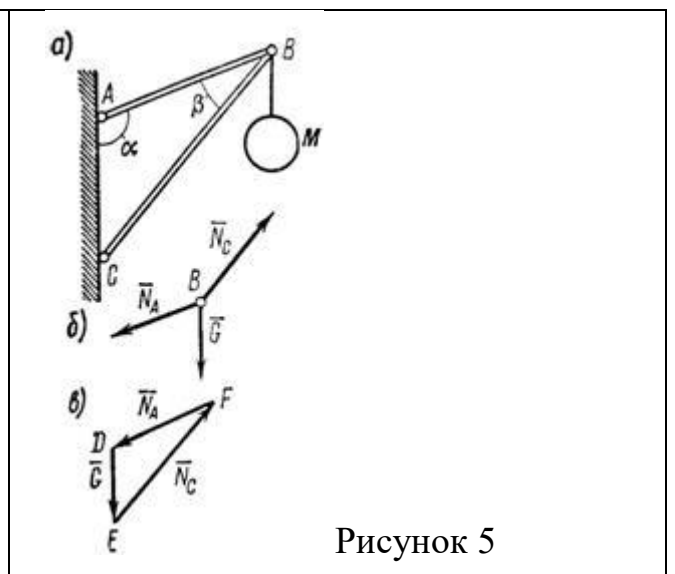

Рисунок 5
4. В точке В кронштейна ABC (рис. 5, а) подвешен груз М весом 8 кН. Определить реакции стержней кронштейна, если углы кронштейна $a = 110^\circ$, $b = 30^\circ$ и крепления в точках А, В и С шарнирные.